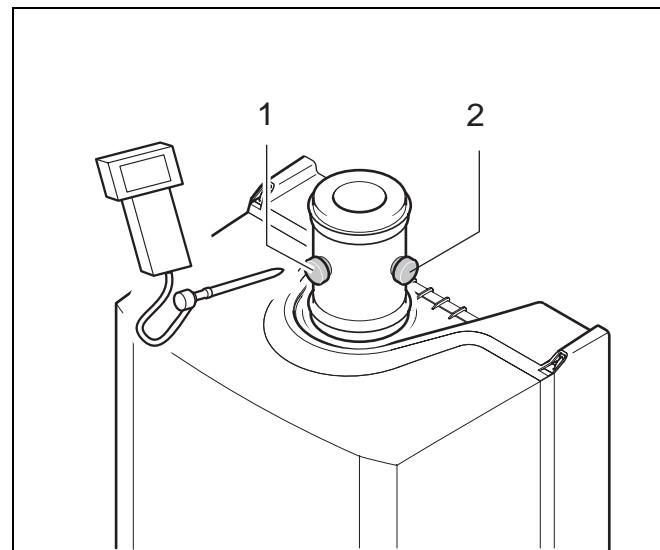

Рис. 35 Места измерения на трубопроводе отработанных газов
- Открутить соответственную заглушку (рис. 35) на контакте соединения системы дутьевого воздуха и выпуска отработанных газов и после проведения измерений снова закрутить. Установите прибор в режим "Hi". См. меню 3: "Установки" на стр. 25.